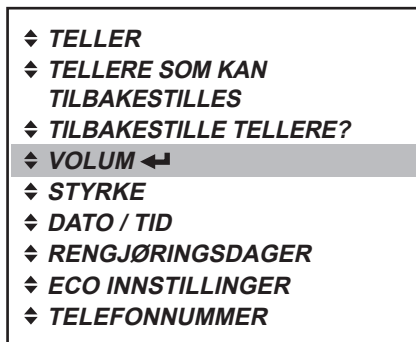

Fig. 35
1. Trykk enterknappen  for å gå til «VOLUM» menyen (fig. 35).